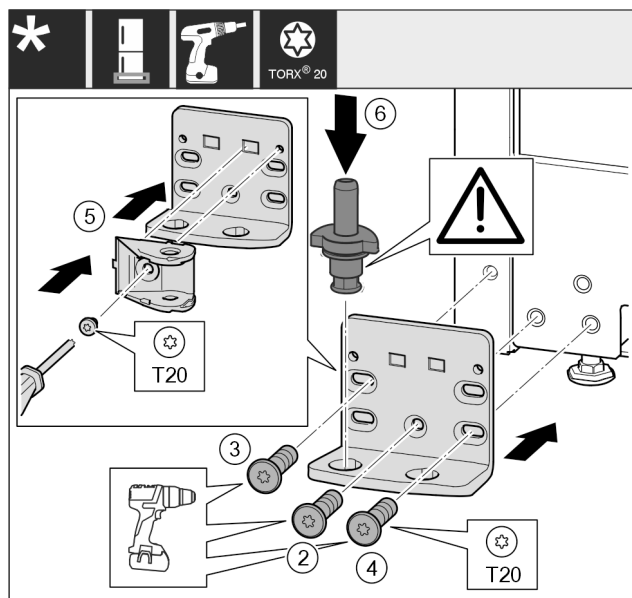

Fig. 21 *
- Поставете лагерната стойка от другата страна и я завийте с помощта на отвертка. Започнете с винт Fig. 21 (2) долу в средата.*
- Затегнете винта Fig. 21 (3) и винта Fig. 21 (4).*